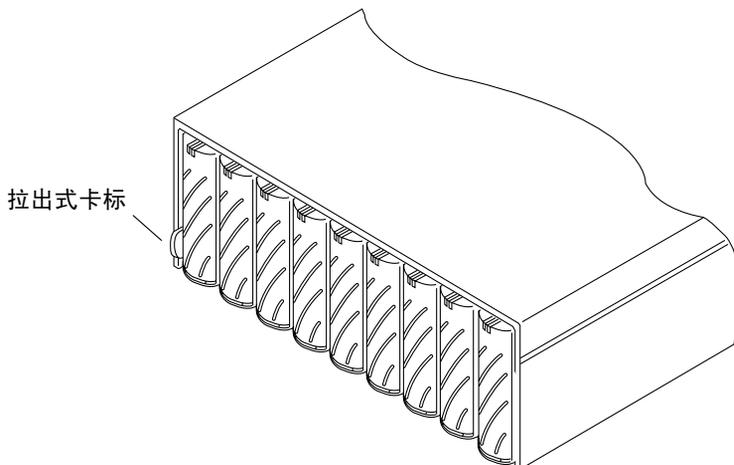

图 5-3 拉出式卡标上的序列号和 MAC 地址
5. 找到阵列左侧第一个磁盘驱动器旁边的拉出式卡标（图 5-3）。
- **MAC 地址。**有关 MAC 地址位置，请参见图 5-3。请参见以下过程中的步骤 1，了解 MAC 地址的格式。